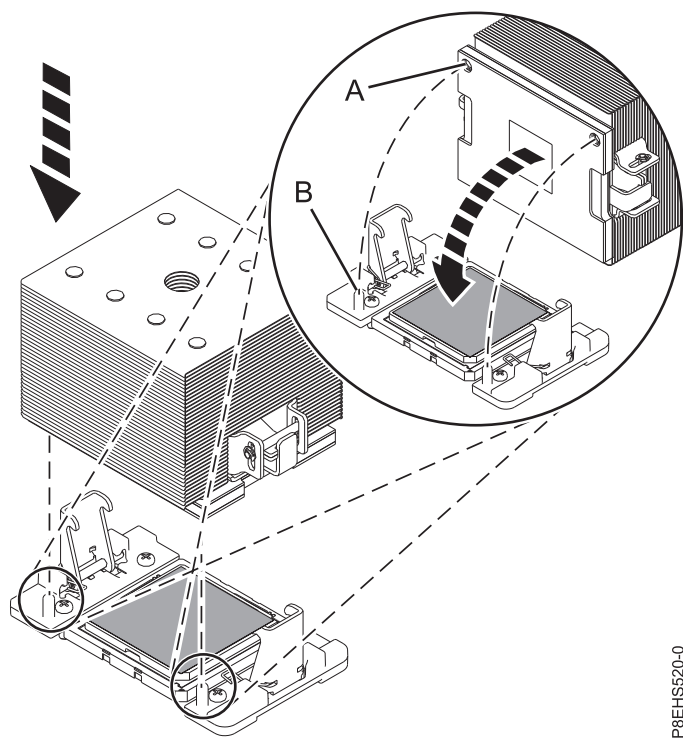

Figura 174. Colocación del disipador térmico en el TIM plateado
- d. Coloque el disipador térmico en el TIM tal como se muestra en la Figura 174.